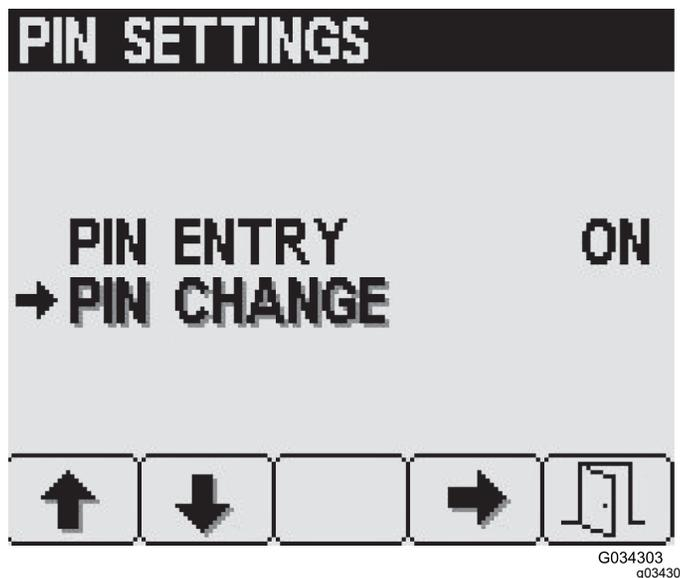

图 26
1. 按 1 号或 2 号按钮可选择 PIN CHANGE PIN 变更选项图 26。
2. 按 4 号按钮可选择 PIN CHANGE PIN 更改条目图 26。